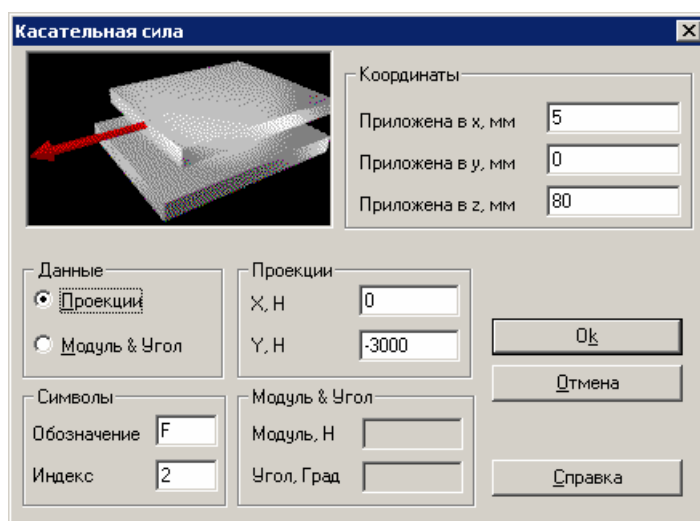

Рис. 5.2.4. Диалоговое окно **Касательная сила**
3.2.1. *Задание сил.* Переход в этот режим происходит нажатием кнопки  **Касательная сила** на панели инструментов **Силы** (меню **Данные/Касательная сила**). После перехода щелкаем левой кнопкой мыши в точке приложения силы. В полях ввода **Приложена по x, мм** и **Приложена по y, мм** открывшегося диалогового окна **Касательная сила** автоматически записываются текущие координаты курсора (рис. 5.2.4). В поле ввода **Приложена по z, мм** следует записать расстояние от плоскости контактной поверхности до точки приложения силы – в рассматриваемом случае оно равно **80 мм**.